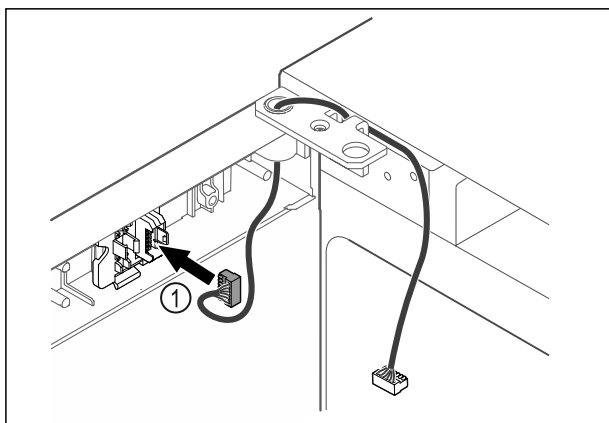

Fig. 45
- ▶ Τοποθετήστε το φιν Fig. 45 (1) στο στήριγμα του φιν.